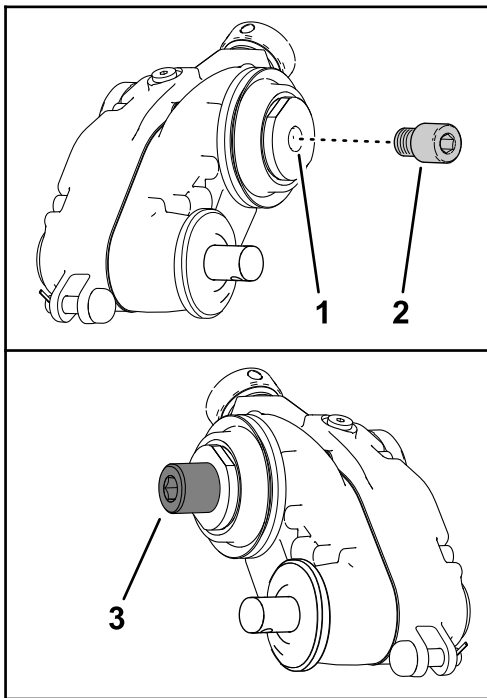

図 10
1. 図 10 に示す駆動ボックスのシャフトのねじ溝内側に、中程度のねじ山ロックングコンパウンド例、Blue Loctite® 243 をぬり、リールアダプタとグルーマ駆動ボックスのシャフトを 150-163 N·m 15-16 kg/cm² = 110-120 ft·lb にトルク締めする。